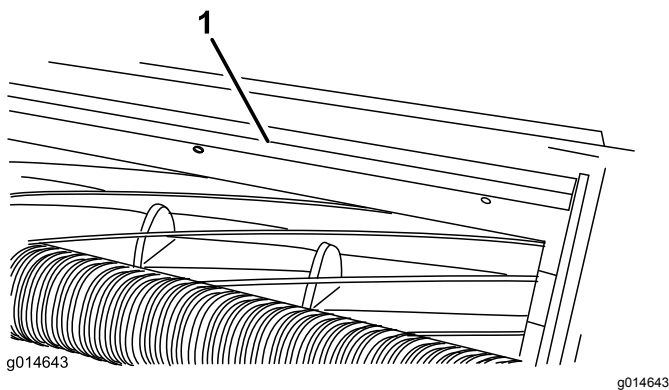

Figure 19
1. Desserrez les vis qui fixent la barre supérieure (Figure 19) au plateau de coupe.